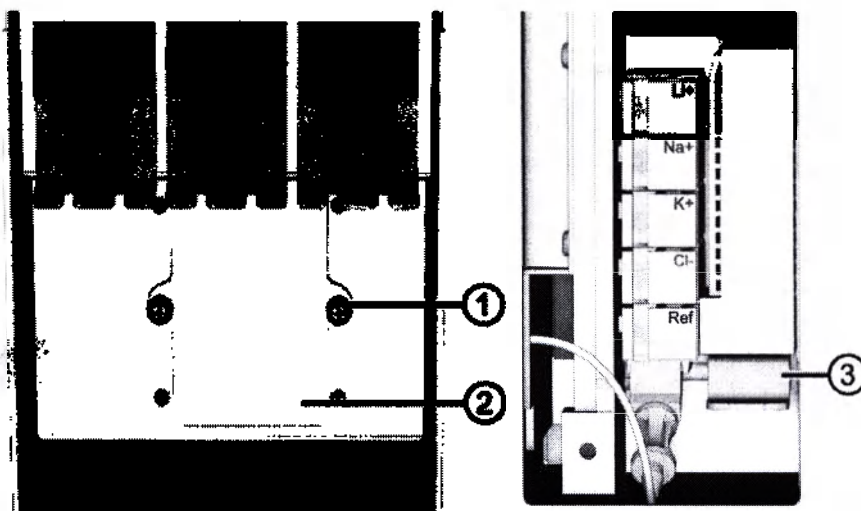

Рис. 10 Расположение электродов
Доступ к модулю ISE можно получить после открытия передней крышки. См. Рис. 10.
2. Открутите руками два болта (2) для доступа к расположению электродов.
5. Для установки референсного электрода надавите вниз желтую пластину (3) и вставьте его до упора. Затем отпустите пластину.
6. Установите остальные электроды на их позиции в соответствии с рис. 10. Проверьте, что прокладки (O-кольца) установлены. Подотрите все подтеки.